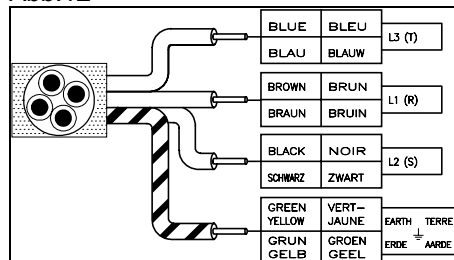

Abb.13
- 230 V3~ (4- adriges Kabel) Abb.13